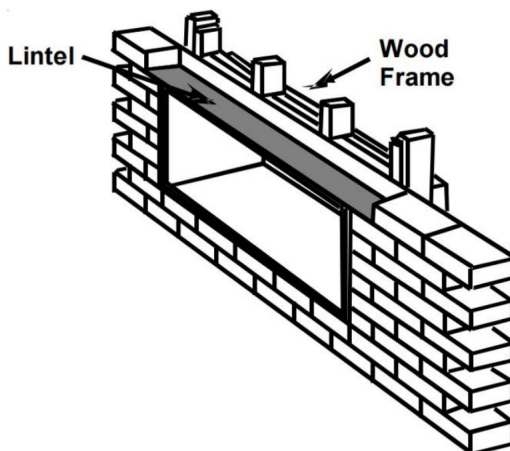

Figure 3
3. Si le mur est installé dans un mur en béton ou en maçonnerie, un linteau doit être prévu dans l'ouverture du mur pour le soutenir. N'utilisez pas le manchon mural comme linteau. Si le mur a une épaisseur inférieure à 203,2 mm ou est de construction creuse, un autre moyen de soutien pour le manchon doit être prévu. Voir la figure 3 pour une construction de linteau typique.